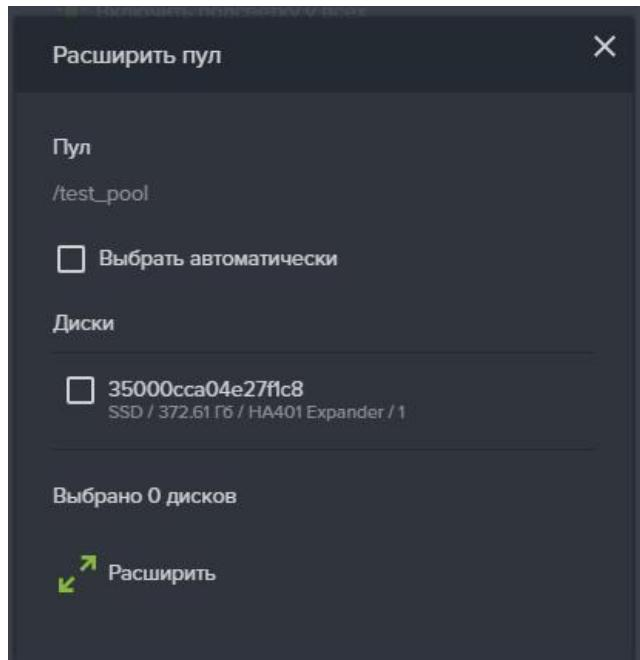

Рисунок 35 – Добавление дисков в пул
4. Нажать на кнопку «Расширить пул», откроется одноименное окно(см. Рисунок 35).